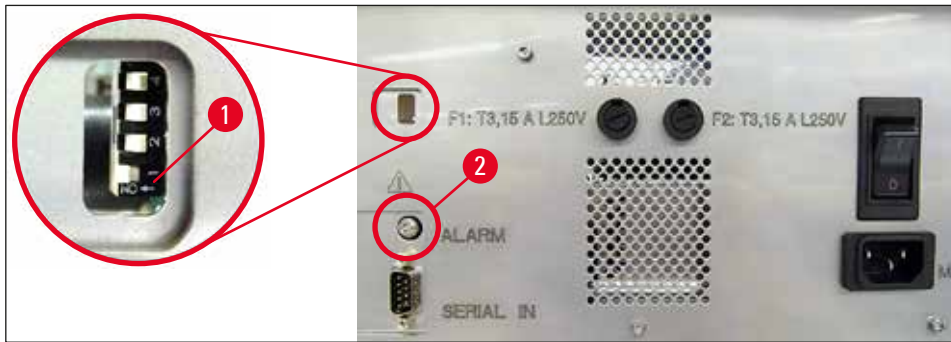

Abb. 45
- » Zur Deaktivierung des Pieptons den Schalter ganz unten (→ "Abb. 45-1") nach rechts drücken (→ "Abb. 45").